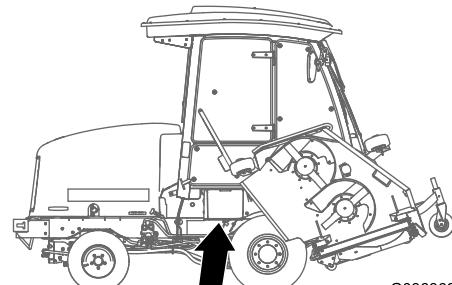

Figura 53
1. Abra a cobertura da bateria no lado do resguardo (Figura 53).
**Nota:** Pressione a superfície plana por cima da cobertura da bateria para facilitar a remoção da cobertura (Figura 53).